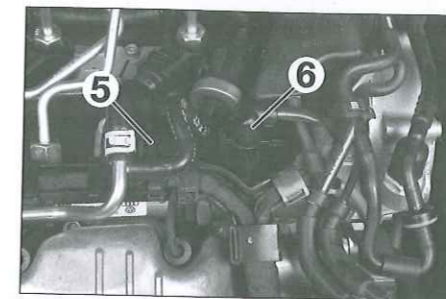

Fig. 63
- Desatornillar la tuerca de fijación del manguito de retorno de combustible sobre el colector de admisión, y abrir la abrazadera (5) y desconectar el manguito (Fig.63).